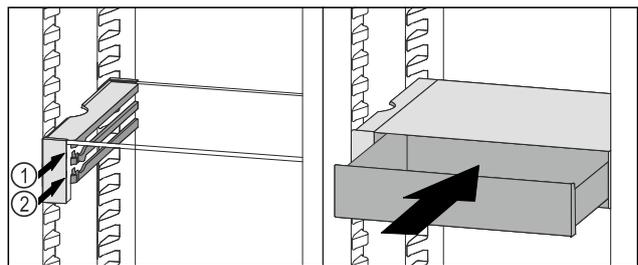

Fig. 59
- ▶ VarioSafe-Schubfach hinter den Stopperrn auf gewünschter Rippe Fig. 59 (1) oder Fig. 59 (2) aufsetzen.